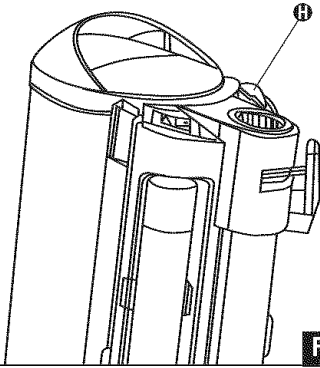

FIG. 10
Step 1: Push dust cup release button **1** (FIG. 10).
Paso 1: Oprima el botón para liberar **1** el recipiente para polvo (FIG. 10).